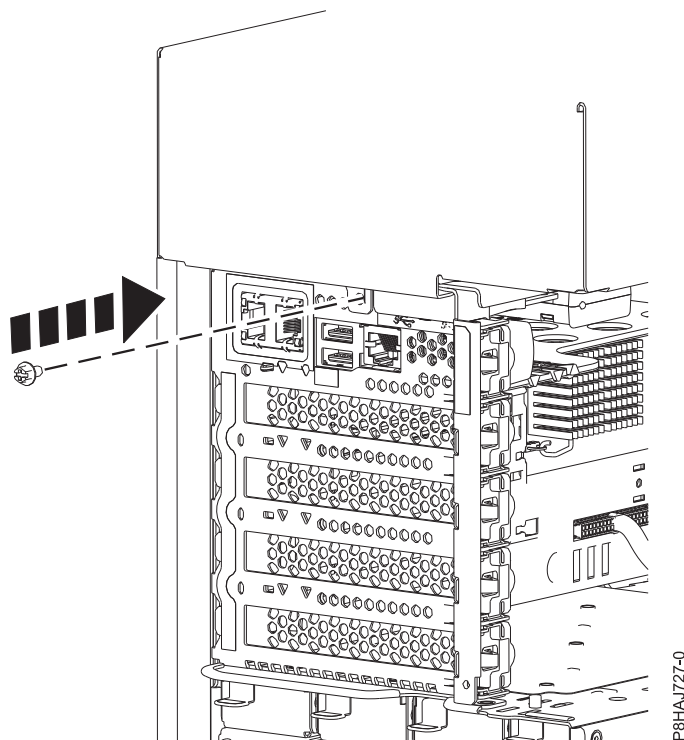

Figure 26. Installation de la vis capot latéral du 8286-41A
5. Installez la vis arrière du capot latéral à l'aide d'un tournevis cruciforme, comme illustré figure 26, à la page 43.